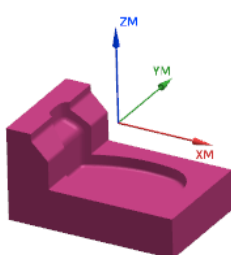

图 2.4 部件几何体
Step3. 在图形区中选择整个零件为部件几何体，如图 2.4 所示。在“部件几何体”对话框中单击  确定 按钮，完成部件几何体的创建，同时系统返回到“工件”对话框。